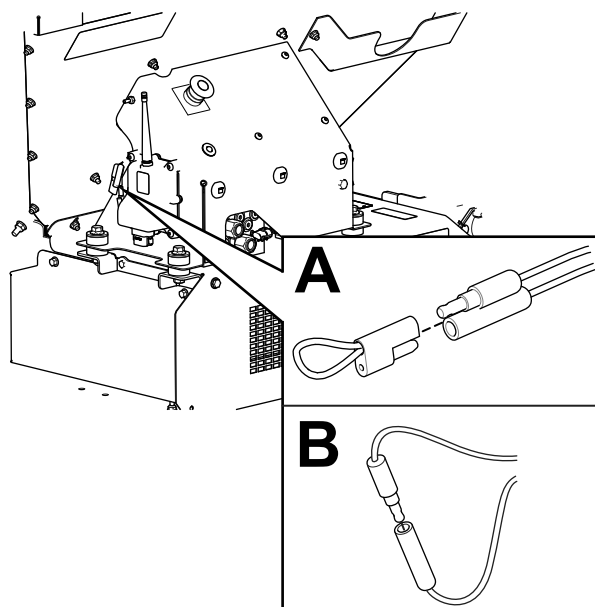

Figure 59
2. Enlevez le bouchon captif sur les 2 prises shunt de diagnostic (Figure 59, A).
3. Branchez ensemble les prises shunt de diagnostic (Figure 59, B).
2. Débranchez les prises shunt de diagnostic (Figure 59, B).
3. Poussez le bouchon captif sur les 2 prises shunt de diagnostic (Figure 59, A).